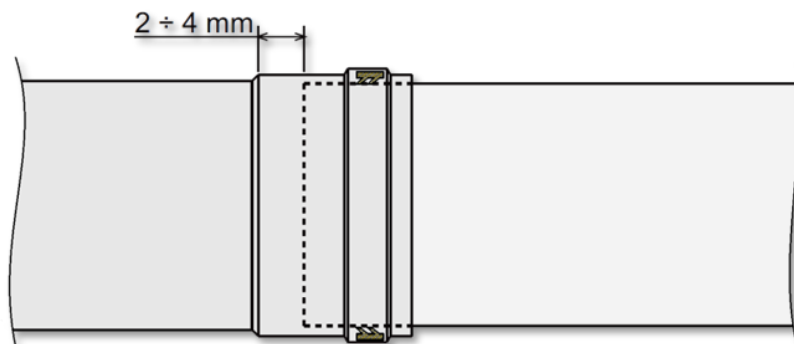

Рис. 36
- На этапе установки дымоотводов длиной более метра следует учитывать естественное расширение материалов при нагревании. Для предупреждения деформации на каждый метр трубы следует оставлять люфт 2 – 4 мм. (См. Рис. 36).